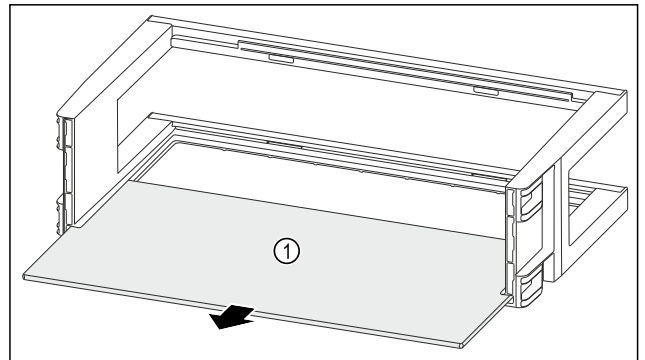

Fig. 109
- Rimuovere il ripiano Fig. 109 (1).